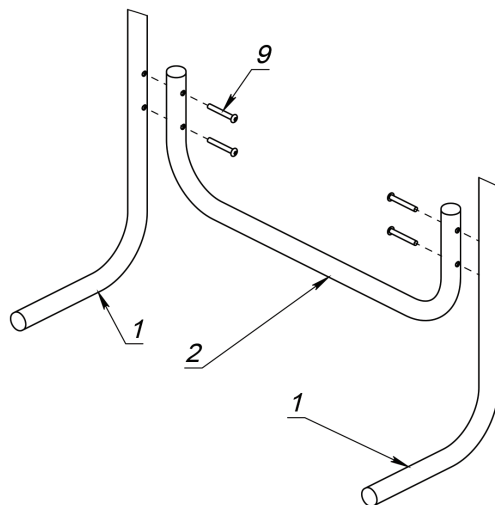

Рисунок 10
Установите поперечину (2) между стойками (1) и зафиксируйте ее с помощью винтов (9) (рисунок 10).